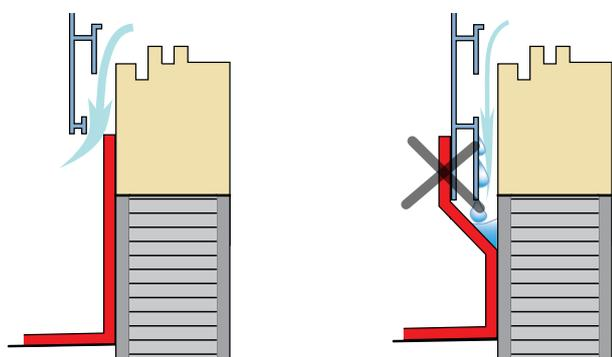

Fig. 17: i rivestimenti esterni retroventilati devono restare aperti (a sinistra); in rosso l'impermeabilizzazione
2. Per i rivestimenti esterni retroventilati, non è consentito raccordarli l'impermeabilizzazione (vedi fig. 17) poiché questo vanificherebbe la loro funzione, creando ritenzioni di umidità con possibili conseguenze sul materiale del telaio. Questo aspetto può quindi contribuire a determinare le quote di posa dei serramenti e dell'intero sistema di drenaggio.